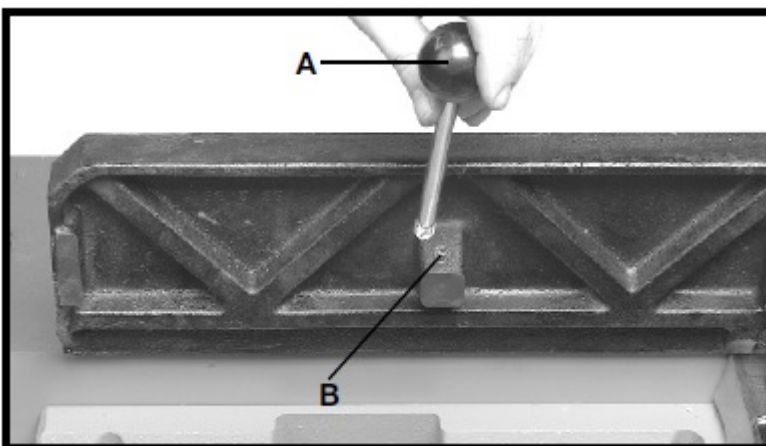

Рис. 14
3. Ввернуть рукоятку (A) наклона параллельного упора, рис. 14, в резьбовое отверстие (B) в параллельном упоре.